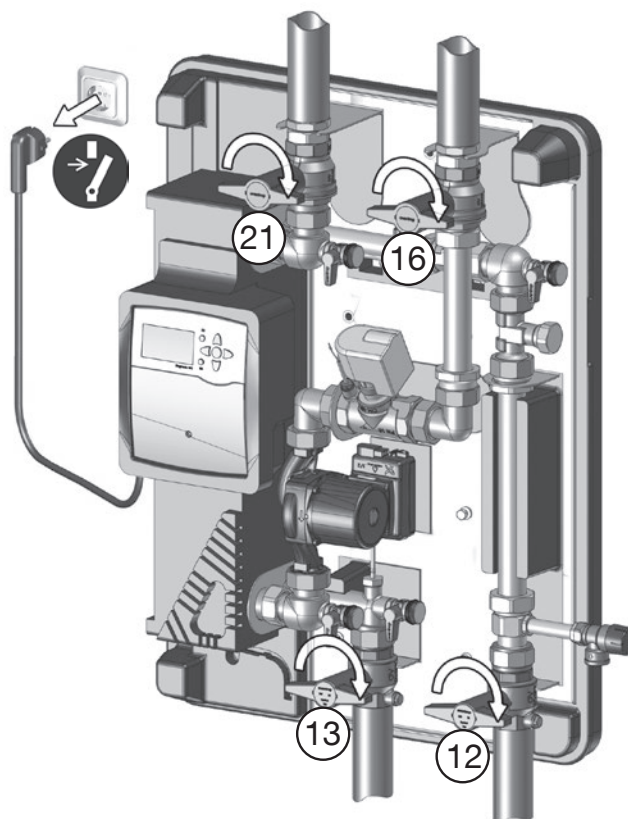

fig. 5.13: Desconecte la alimentación del controlador y cierre todas las válvulas de bola de corte
2. **Cierre las válvulas de bola de corte (12 y 13) (circuito de agua potable) y (16 y 21) (circuito del acumulador) (fig. 5.13).**